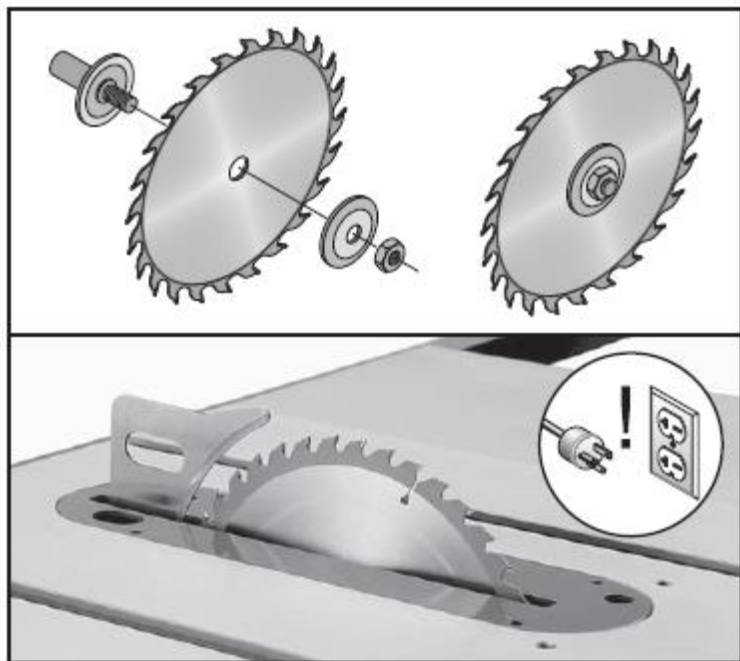

Рис. 33. Порядок установки дисковой пилы и зубья в правильном направлении
4. Надеть пилу на шпиндель зубьями, обращёнными к передней части станка, как показано на рис. 33.